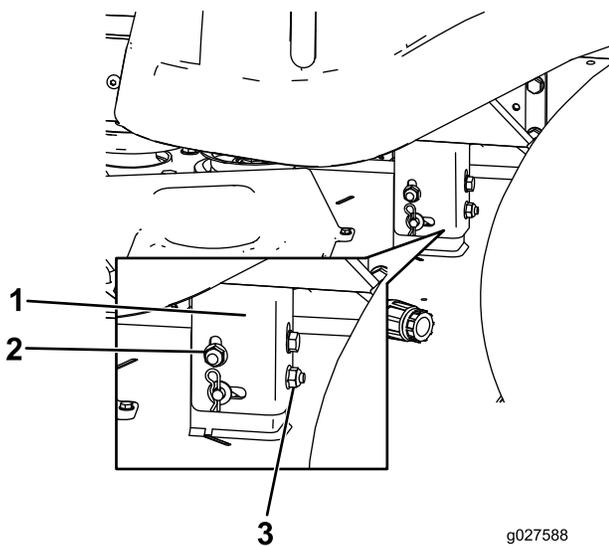

Figure 60
8. Élevez ou abaissez le côté gauche du tablier de coupe en tournant l'écrou de blocage arrière (Figure 60).
Remarque: Tournez l'écrou de blocage arrière dans le sens horaire pour élever le tablier de coupe ou dans le sens antihoraire pour abaisser le tablier (Figure 60).